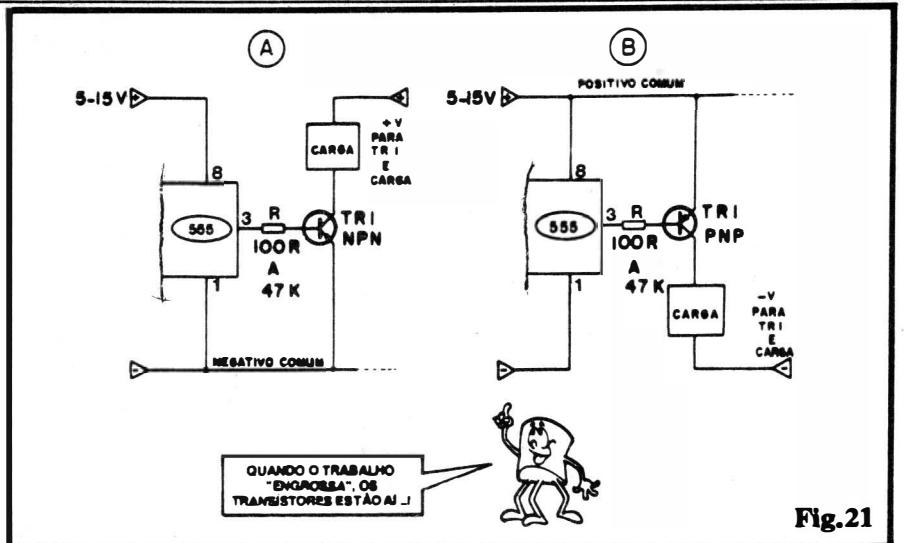

Fig.21
FIG. 21 - UM TRANSÍSTOR "AJUDANDO" A SAÍDA DO 555 - Existem, na prática, casos em que a carga final que pretendemos acionar com o MONOESTÁVEL 555 demande Corrente mais "brava" do que os 200mA máximos "fornecíveis" ou "engolíveis" pelo pino 3... Sem problemas! Basta meter no caminho um transístor com parâmetros convenientes, e pronto! No caso 21-A, temos a intervenção de um transístor bipolar NPN, cujas características de polarização farão com que a carga (no seu circuito de coletor) apenas seja energizada durante a Temporização, período em que a base de TR1 fica "positiva" via resistor "R". O valor ôhmico de "R" dependerá da requerida Corrente de base de TR1, a qual, a partir do ganho do dito transístor, possa gerar suficiente Corrente de coletor capaz de plenamente excitar a carga final (revejam O TRANSÍSTOR COMO AMPLIFICADOR - "Aulas" nº 6 e 7...). Observem que, embora obrigatório um percurso comum para a linha do negativo ("terra") da alimentação, nada impede que o conjunto transístor/carga seja alimentado por outra fonte (que não a que alimenta o 555...) oferecendo mesmo Tensão maior do que 15V... Em 21-B temos o aproveitamento de um transístor bipolar PNP, caso em que a carga, normalmente ativada, apenas será desenergizada durante a temporização.
- Até o momento, mesmo nos casos da fig. 21 (nos diagramas 20-C e 20-D a condição final é outra, uma vez que os contatos de utilização dos relés podem, perfeitamente - pela sua “independência” e capacidade - controlar cargas “pesadas” sob C.A.), ficou implícito que tudo (555 e circuitos anexos para os drivers de carga...) trabalhava sob energia em CC... É possível, entretanto, manejar “quase” diretamente cargas bem “bravas”, que trabalhem sob C.A. de 110 ou 220V, com o 555 ajudado por componentes já conhecidos e estudados (rever “Aula” nº 10...): o SCR e/ou o TRIAC! Observem com atenção os diagramas/exemplos 22-A e 22-B, o primeiro com